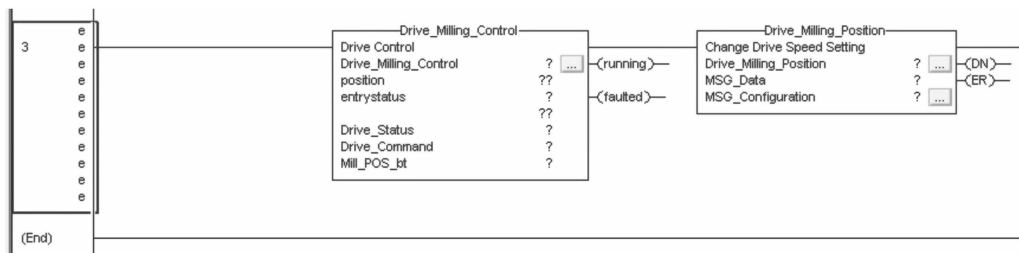

图 20-10 添加 AOI
4. 用同样的方法添加第二个 AOI：“Drive_Milling_Position”。梯级应如图 20-10 所示。